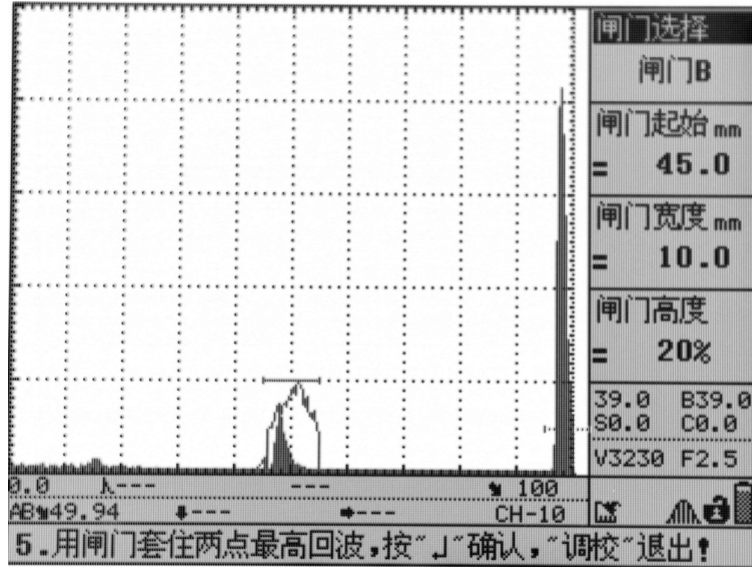
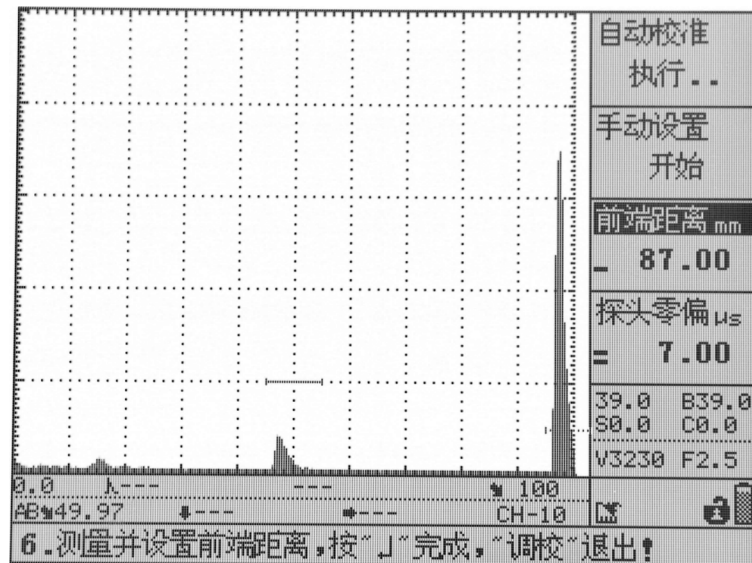

图 3.6
图 3.7
(5) 打开波峰记忆或回波包络功能，沿 R100 半径方向前后移动探头，使回波最高，保持探头不动；如图 3.6 所示，单击“确认”键，完成声速和零偏的校准。此时屏幕变为如图 3.7 所示，开始检测探头前沿。